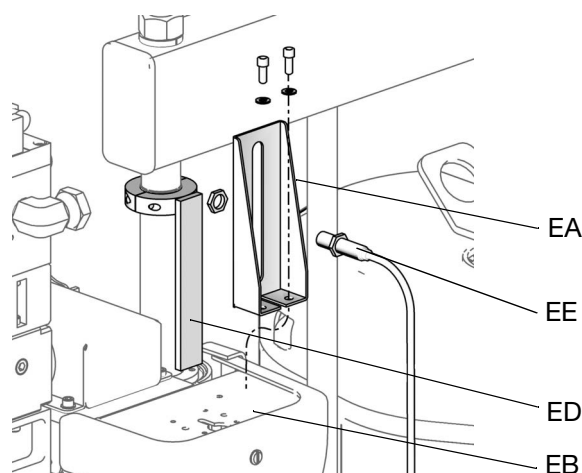
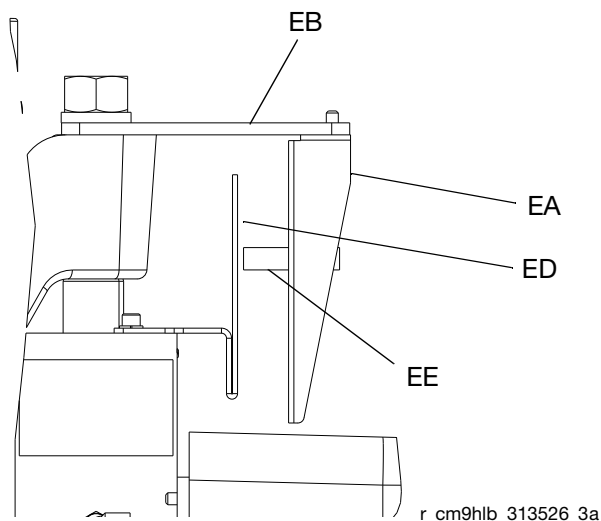

FIG. 8: D200 och D200s matningssystem
FIG. 9: S20 matningssystem
3. Fäst en givare (EE) på givarhållaren (EA) för att mäta fatnivå låg eller fat tomt.
4. För D60, D200 och D200s matningssystem Fäst ställdonet (ED) på tryckmatarens kolvstång, nästan högst upp, så att den passerar framför givaren (EE) vid rätt nivå för låg fatnivå eller tomt fat. Se FIG. 8.
**OBSERVERA:** För D60 matningssystem: Vänd ställdonsfästet (ED) så att det är riktat uppåt i stället för nedåt så att det kan passera givaren (EE).
5. För S20 matningssystem: Fäst ställdonet (ED) på tryckmatarens ändkåpa så att givaren (EE) passerar framför fästet (ED) vid rätt nivå för låg fatnivå eller tomt fat. Se FIG. 9.